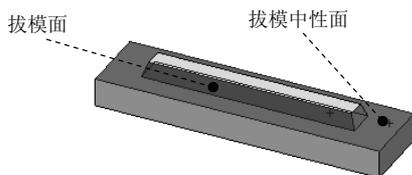

图 4.3.15 拔模参考面
(1) 选择命令。选择下拉菜单 **插入(I)** → **特征(F)** → **拔模(D)** ... 命令，或单击“特征(F)”工具栏中的 **拔模** 按钮。
(2) 定义要拔模的项目。在 **D1** 文本框中输入拔模角度值 20，选取图 4.3.15 所示的表面作为拔模中性面，在 **拔模面** 区域中选取图 4.3.15 所示的表面作为拔模面。